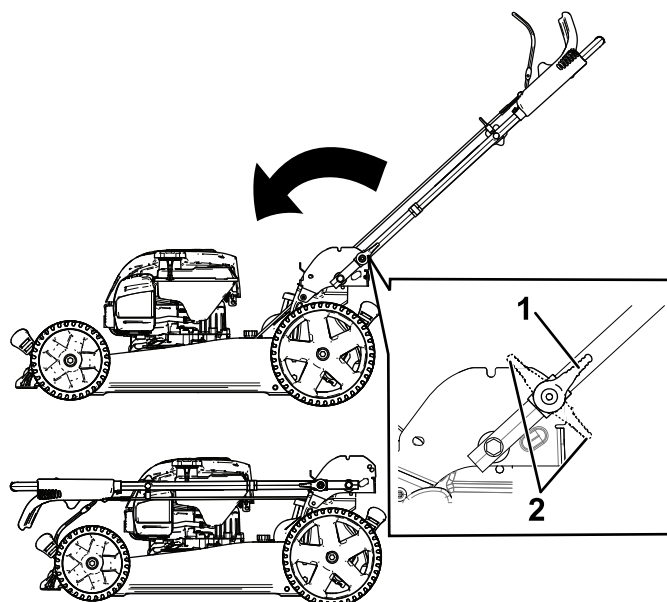

Figura 21
3. Desengate os bloqueios da pega (Figura 21).
4. Dobre a pega totalmente para a frente (Figura 21).